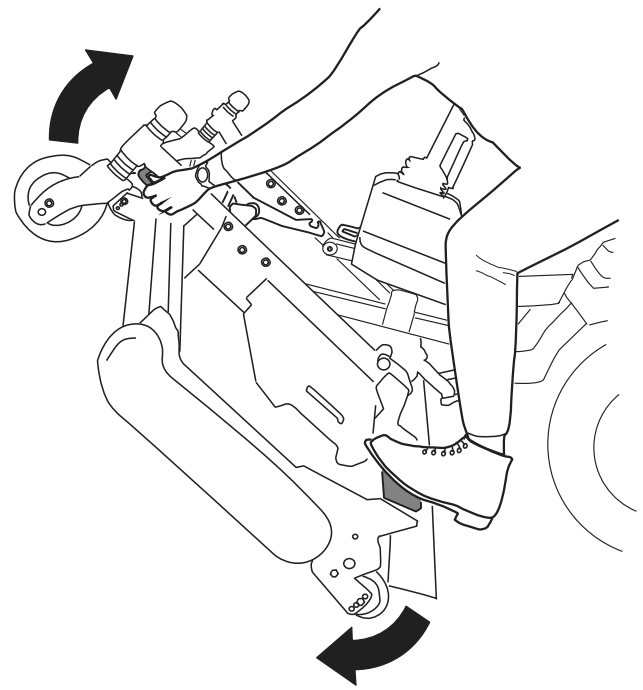
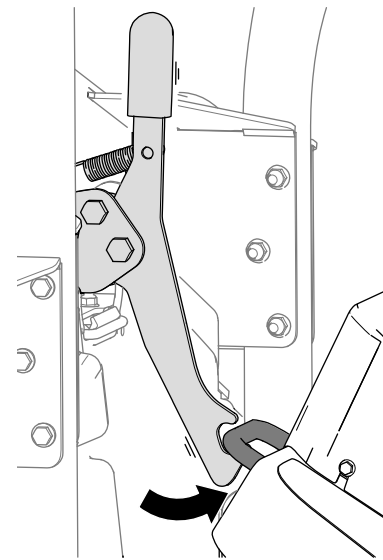
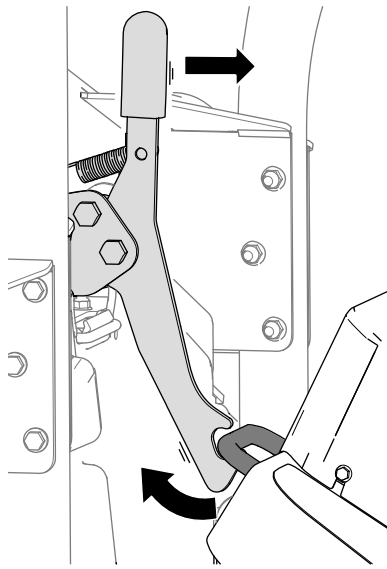

Figure 36
Figure 37
Figure 38
5. Tournez l'unité de coupe (Figure 36) de sorte que le verrou s'enclenche sur l'anneau d'arrimage (Figure 37).
1. Dégagez le verrou de l'unité de coupe de l'anneau d'arrimage (Figure 38) en faisant pivoter légèrement l'unité de coupe vers l'avant (voir Figure 36) et en tirant la poignée de verrouillage vers l'avant.